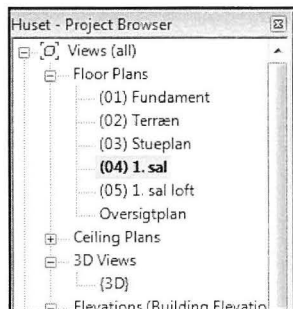

Fig. 07.48. Project Browser.
- Gå til (04) 1. sal i *Project Browseren* (Fig. 07.48).